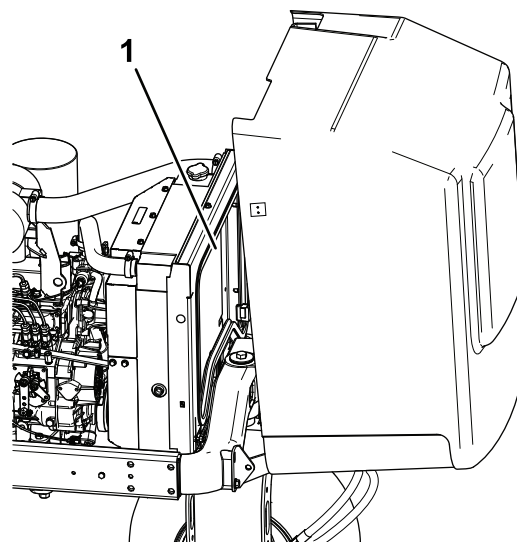

**Рисунок 68**
2. Проверьте уровень охлаждающей жидкости в расширительном бачке (Рисунок 68).